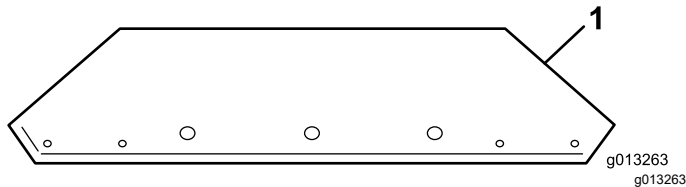
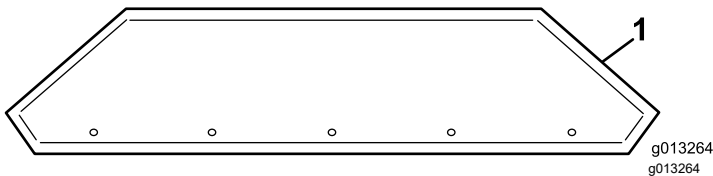

Figura 13
Figura 14
1. Estraiete le prolunghie della tramoggia dalla scatola e individuate l'anteriore e la posteriore (Figura 13 e Figura 14).